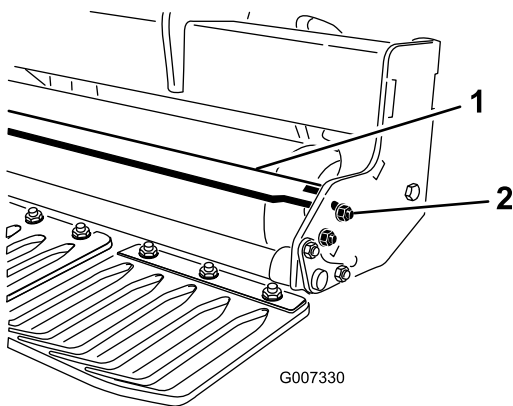

Figura 16
1. Desaperte os fixadores que prendem cada extremidade do raspador à patilha do raspador (Figura 16).